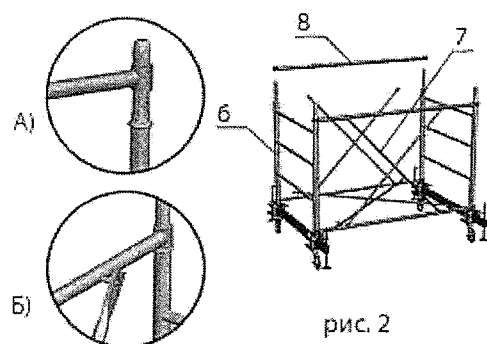

рис. 2
2.2.2.3. Установить лестницы (6), соединить их гантелями секции (8) (рис. 2 А). Соединить гантели секции стяжками секции (7) с боковыми флажковыми замками гантели базы (рис. 2 и рис. 2 Б).